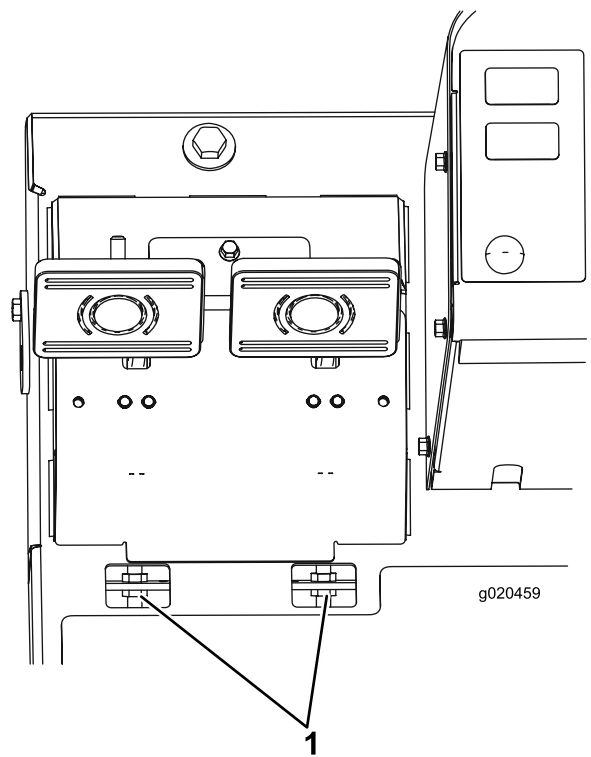

Bild 97
- B. Lockern Sie die vordere Mutter an der Gewindeseite des Bremszuges (Bild 97).